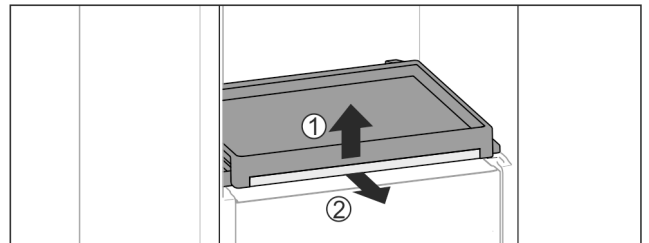

Fig. 39
- ▶ Auszugsbord mit Glasplatte entnehmen: Glasplatte vorne leicht anheben Fig. 39 (1) und nach vorne herausziehen Fig. 39 (2).